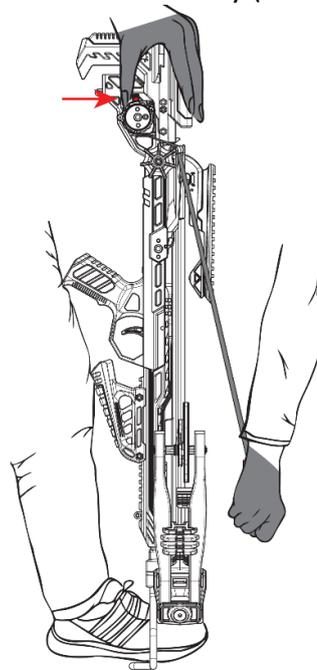

Рис.10
5. Зажав рычаг блокировки, вытяните взводную скобу и зацепите ее за тетиву (Рис.10).